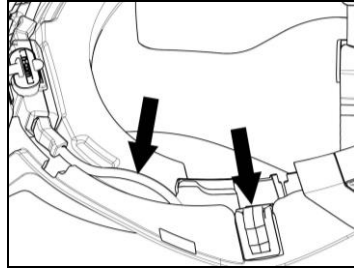

Fig. 16
- Placez le câble à l'intérieur du casque et positionnez le clip de fixation gauche dans son siège (Fig. 16).